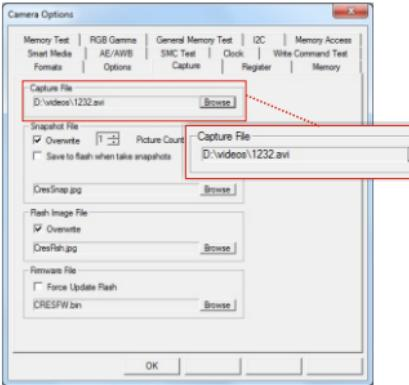

Рис.4
- В закладке “**Capture**” нажмите кнопку “**Browse**”, чтобы выбрать путь сохранения файлов на жесткий диск компьютера (**рис.4**) и ввести название файла.